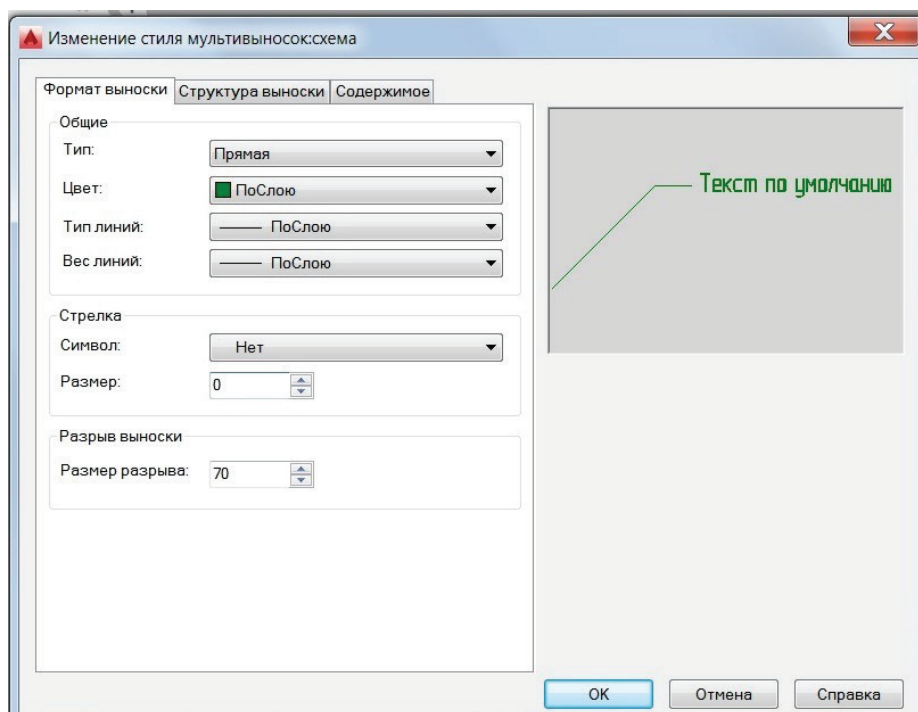

Рис. 2.5.36. Диалоговое окно **Изменение стиля мультивыносок: схема**.
Выберем **Новый** и в окне **Создание нового стиля мультивыносок** присвоим новому стилю мультивыносок имя **Схема** → **Продолжить**. Открывается окно **Изменение стиля мультивыносок: Схема** (рис. 2.5.36), которое имеет три вкладки: **Форма выноски**, **Структура выноски**, **Содержимое**. Выполним настройку стиля мультивыноски **Схема**.
- Вкладка **Форма выноски** (рис. 2.5.36).